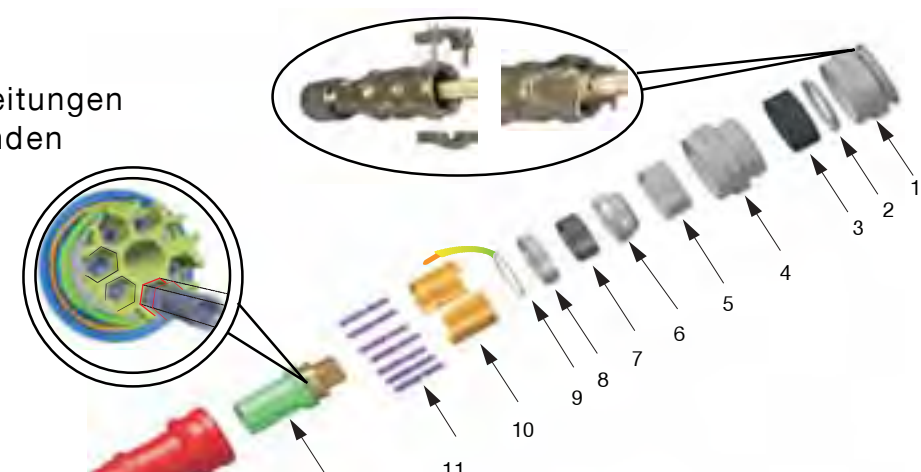

Fig. 15-1 Kupplung für armierte Leitungen
15.2 Kupplung öffnen (Fig. 15-1)
1. Der Steckbuchsen der Position 7 hat einen größeren Durchmesser. Um Verwechslungen zu vermeiden, diesen zuerst in seine Halterung stecken. Die restlichen Steckbuchsen (11) erst lose in die entsprechenden Halterungen stecken. Erst jetzt alle Steckbuchsen (11) bis zum Einrasten in die Sechskantführung des Kupplungseinsatzes (12) drücken (Fig. 15-1).